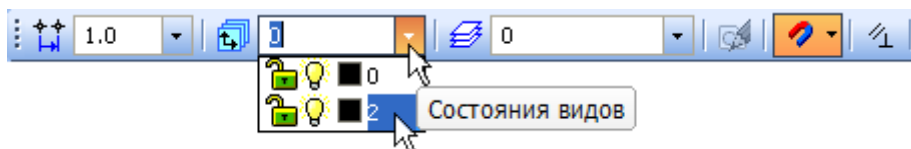

Рисунок 4.
- Откройте список Состояние видов на панели Текущее состояние и сделайте текущим вид номер 2 — Вид слева (рис.4).